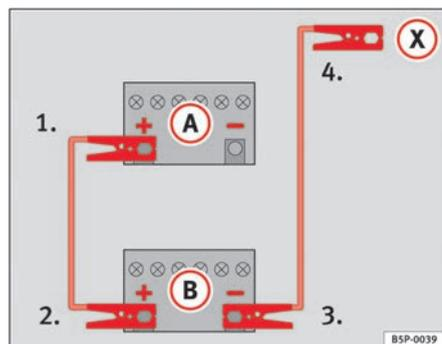

Fig. 151 Esquema de conexión de los cables de emergencia
En la ⇒ fig. 151 (A) representa a la batería sin carga y (B) a la batería con carga.
1. Emborne un extremo del cable de emergencia rojo al polo positivo ⇒ fig. 151 (+) del vehículo con la batería descargada ⇒ ⚠.
4. Emborne el otro extremo del cable negro de emergencia (X) a una pieza de metal maciza unida al bloque motor o al mismo bloque motor del vehículo con la batería descargada, lo más alejado posible de la batería ⇒ ⚠.